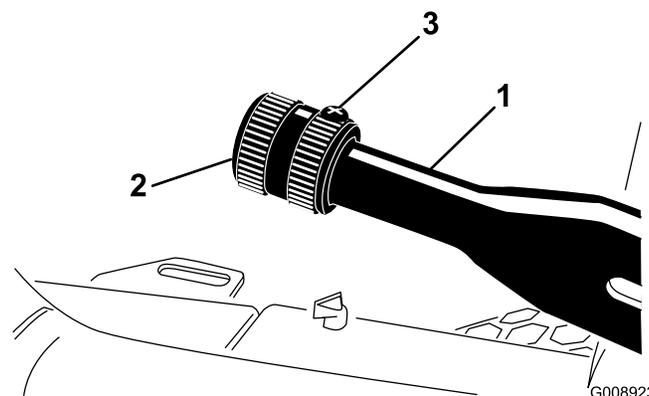

Figura 51
1. Allentate la vite a pressione che fissa la manopola alla leva del freno di stazionamento (Figura 51).